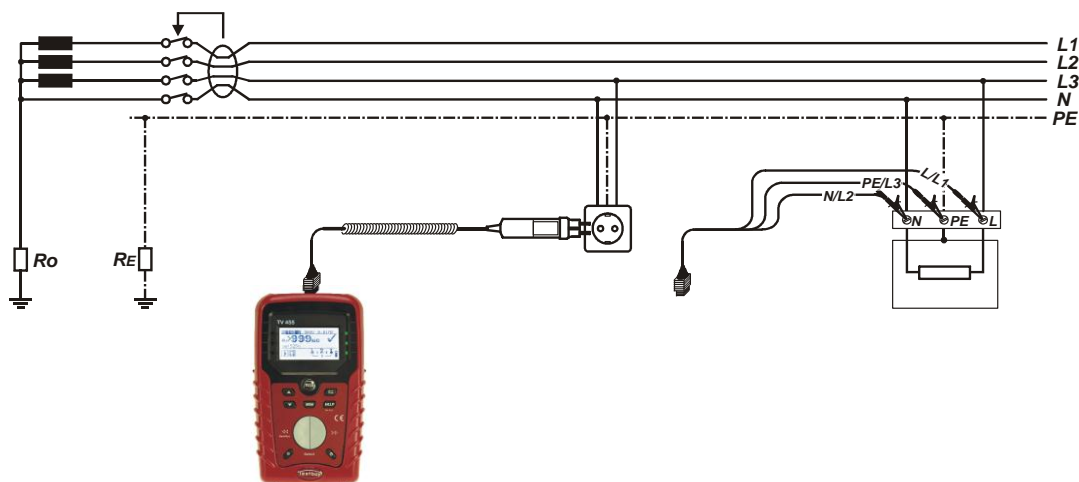

Bild 5.17: Anschluss des Plug Commanders (Netzsteckeradapter) und des Universalprüfkabels
- Schließen** Sie die Prüflitungen am Prüfling **an** (siehe Bild 5.17).
- ❑ **Schließen** Sie die Prüflleitungen am Prüfling **an** (siehe *Bild 5.17*).
<ul style="list-style-type: none"> <input type="checkbox"/> Wählen Sie mit dem Funktionswahlschalter die Funktion RCD. <input type="checkbox"/> Setzen Sie die Unterfunktion auf AUTO. <input type="checkbox"/> Stellen Sie (bei Bedarf) die Prüfparameter ein. <input type="checkbox"/> Schließen Sie das Prüfkabel am Instrument an. <input type="checkbox"/> Schließen Sie die Prüflitungen am Prüfling an (siehe Bild 5.17). <input type="checkbox"/> Drücken Sie die Taste TEST, um die Messung durchzuführen. 	Start der Prüfung